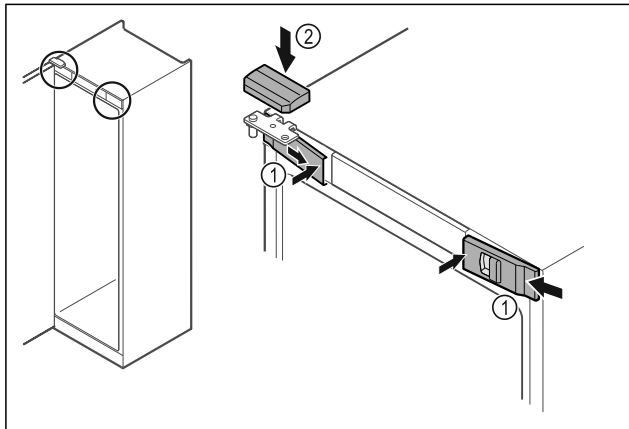

Fig. 48 *
- ▶ Přední kryty Fig. 48 (1) bočně zahákněte a zaklapněte dovnitř.*
- ▶ Horní kryt Fig. 48 (2) shora zaklapněte.*